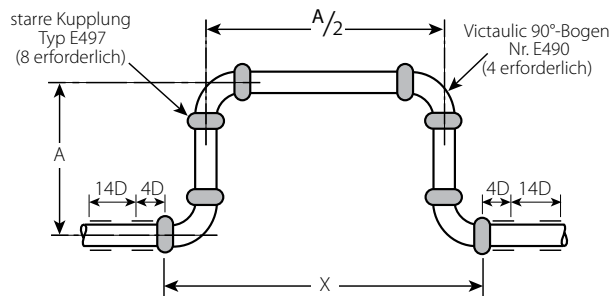

Abbildung 1
**b. Expansionsschleifen mit starren Victaulic Kupplungen und Formteilen:** Expansionsschleifen oder „U“-Bögen werden häufig verwendet, um Ausdehnung und/oder Kontraktion aufgrund wärmebedingter Veränderungen auszugleichen. Die nötigen Abmessungen einer Edelstahlrohr-Expansionsschleife in einem StrengThin™ System 100 finden Sie in folgender Tabelle (siehe Abbildung 1 für die Schleifenhöhe „A“):